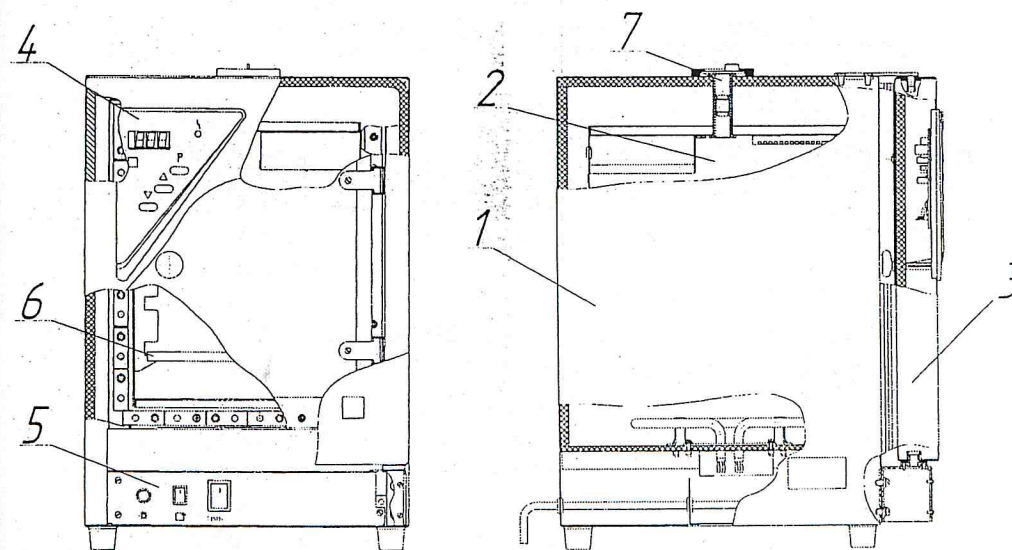

Рисунок 1. Термостат ТВ-20-ПЗ–«К»
1.4.1 Внешний вид термостата приведен на рис. 1.
Для отвода влаги из камеры необходимо открыть клапан (поз.7 рис.1).